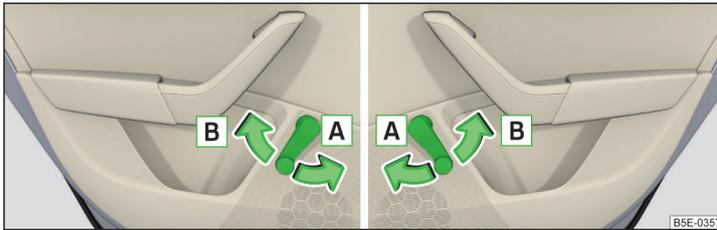

Abb. 41 Fensterbedienung: links/rechts
- Zum **Öffnen** die Kurbel in Pfeilrichtung **A** drehen » Abb. 41.